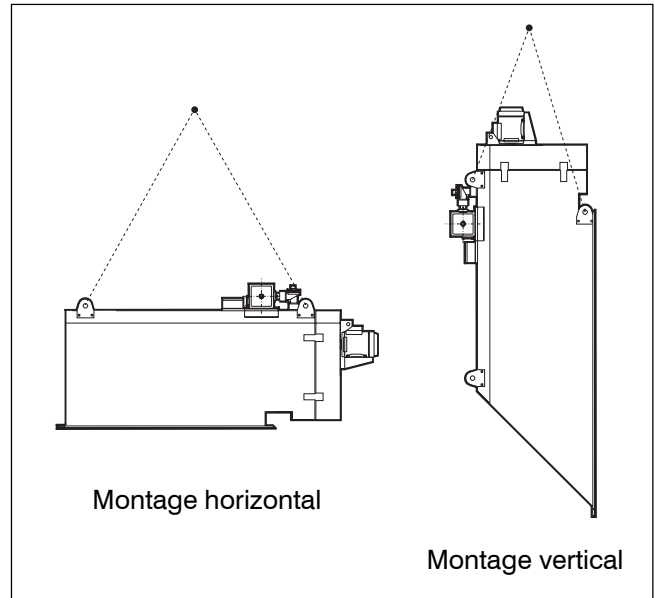
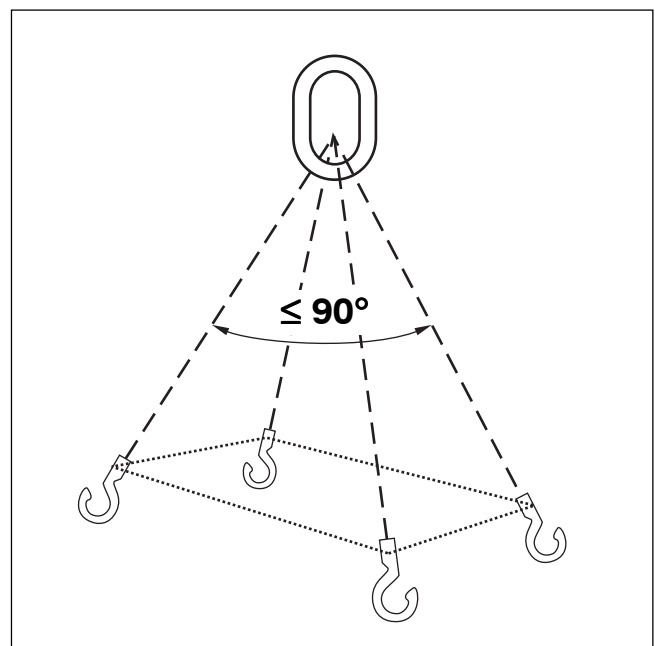

Fig. 2 Points de levage du matériel
Fig. 3 Dispositif de levage à quatre points
- 3 Faire en sorte que l'appareil de levage soit adapté à un montage horizontal ou vertical (voir Fig. 2). Le matériel doit être levé à l'aide d'un dispositif de levage à quatre points (voir Fig. 3).
petit diamètre, positionnés au-dessus de la sortie de chaque élément (voir Fig. 2 & 4). Ces orifices sont d'une taille étudiée et placés à la distance voulue de la éléments, pour faire en sorte qu'un large volume d'air ambiant soit insufflé à chaque injection d'air comprimé. Ceci cause une inversion brève et puissante du courant d'air à travers les éléments, détachant ainsi la couche de poussière.